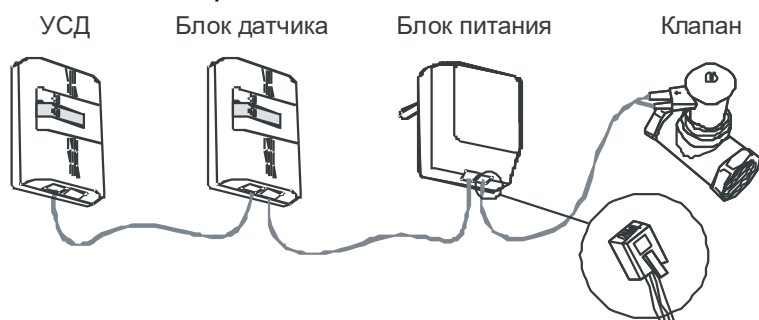

Рисунок 1 – Сигнализатор СИКЗ двухблочного исполнения
1.5.1 Сигнализатор (рисунок 1) включает в себя блок датчика и блок питания, соединенные кабелем. На передней стенке блока датчика расположены два светодиода:
2.2.7 Подсоединить Сигнализатор к клапану с помощью кабеля, подключенного к розетке "ВЫХ." блока питания (см. рисунок 1); кабель соединить с клапаном КЭМГ с **соблюдением полярности** (провод Сигнализатора с белой втулкой – к штырю клапана со знаком "+", провод с синей втулкой – к другому штырю).